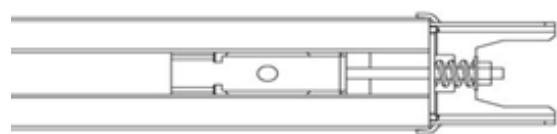

Figure 10
4. Schieben Sie den Spannbolzen durch die Öffnung im Endbügel, bringen Sie die Feder und die Mutter wieder an und ziehen Sie die Mutter bis in die in Abbildung 10 angegebene Position an. Entfernen Sie das Kunststoffband und den Kabelbinder von der Riemscheibe. Das Schienensystem ist jetzt vollständig montiert.